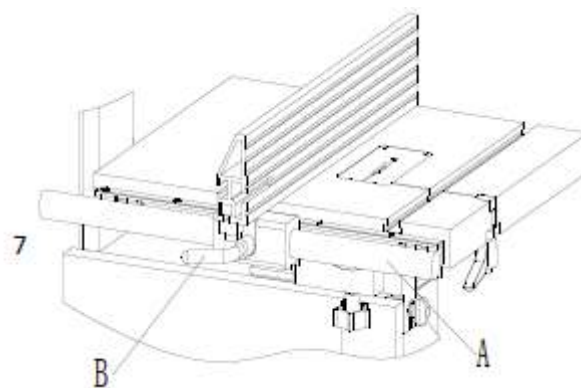

Рис. 8
Вставить параллельный упор в круглую трубку и отрегулировать параллельный упор параллельно Т-образному пазу и перпендикулярно столу, затем затянуть фиксирующий рычаг (B), см. рис. 8.